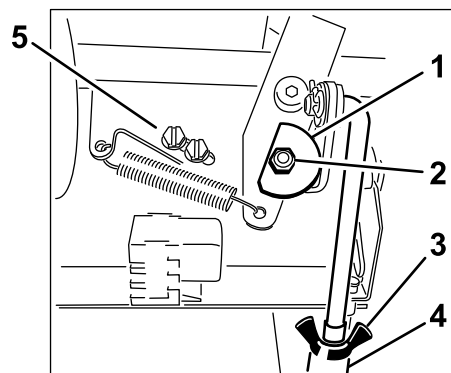

Figura 43
7. Afloje la tuerca y el perno que sujetan la leva (Figura 43).